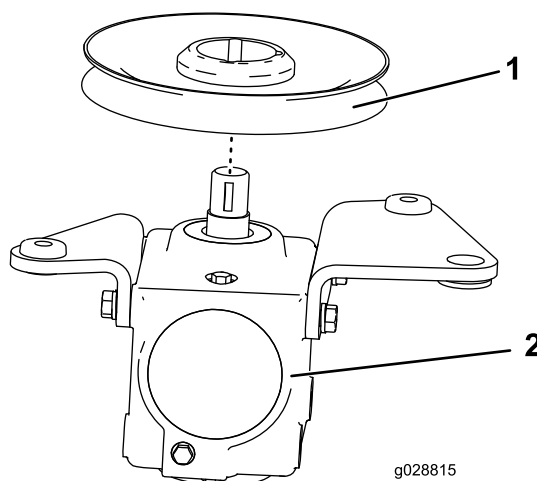

Figura 2
3. Capovolgete la scatola ingranaggi, rimuovete la puleggia esistente e installate il kit puleggia (Figura 2).